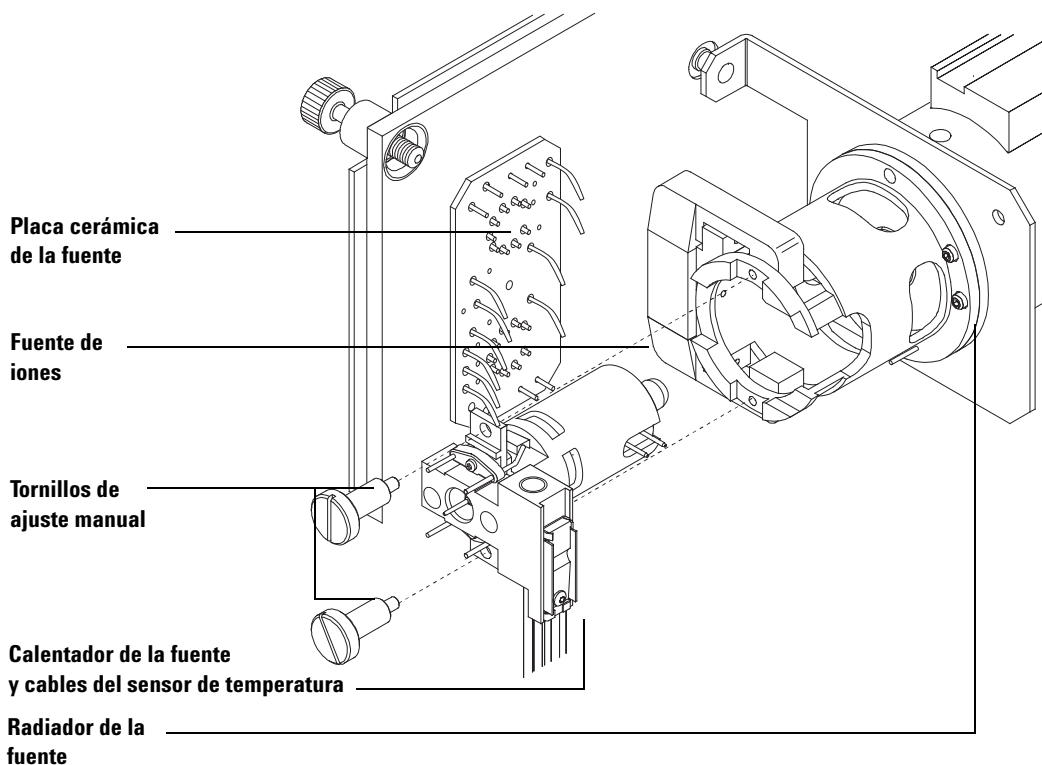

Figura 43 Separación de la fuente EI XTR
- 4 Retire los tornillos de ajuste manual que sujetan la fuente de iones. (Consulte la Figura 43.)